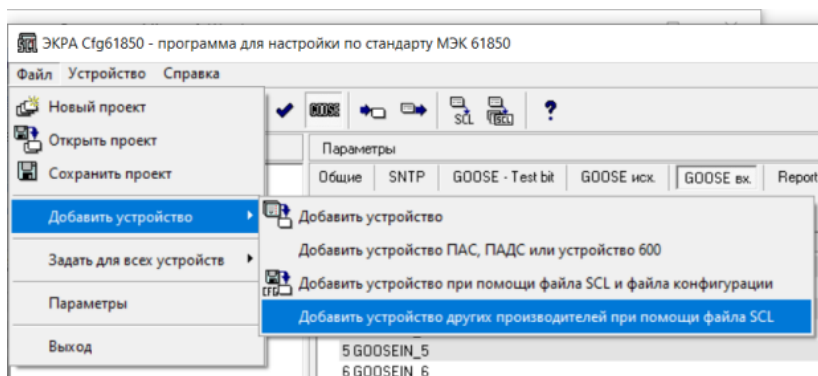

Рис. 86. Добавить устройство других производителей при помощи файла SCL
13) Необходимо назначить исходящий GOOSE PETOM-61850 на входящий goosein_1 устройства IED15353. Добавить PETOM 61850 в список устройств. Для этого открываем сохраненный SCL файл с расширением *.cid (рис. 86), созданный в PETOM-61850 (лабораторная № 5, п.42).